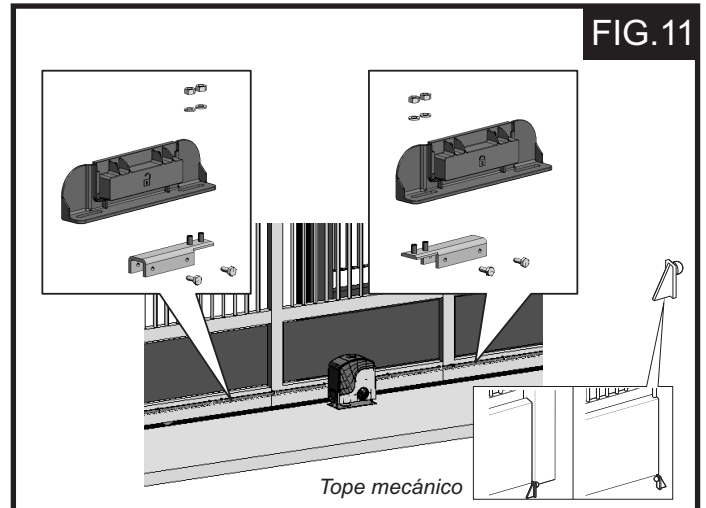

FIG.11
- 1º Ensamble los dos imanes como se indica en la (Fig.11).